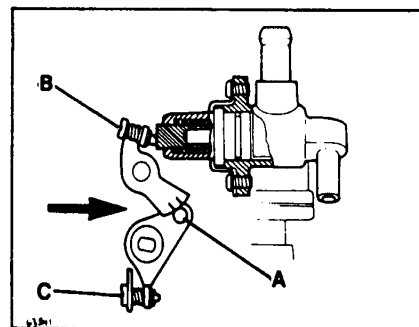

Рис. 7 Проверка регулировки оборотов прогрева
- Проверьте совпадение меток на кулачке и ролике механизма прогрева (рис. 7, А).
- Если метки не совпадают, отрегулируйте привод поворотом винта регулировки (рис. 7, В).
- Когда привод отрегулирован, проверьте величину зазора между дроссельной заслонкой и диффузором и при необходимости отрегулируйте его винтом С (рис. 7).